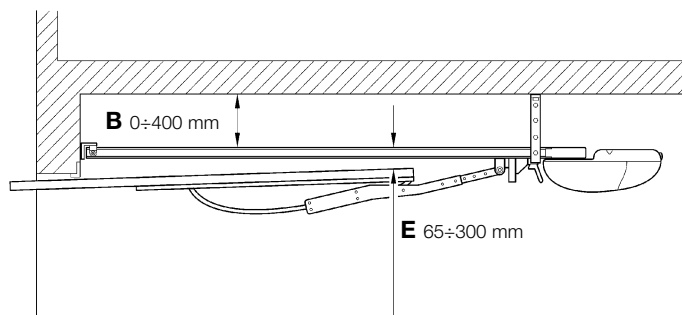

Figura 9
• Verificare che la quota [E] di Figura 9, cioè la distanza minima tra il lato superiore della guida e punto massimo raggiunto dal bordo superiore del portone abbia un valore minimo di 65mm e massimo di 300mm. Altrimenti GD0 non può essere installato.